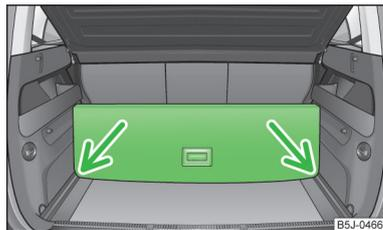

Fig. 68
- Levante la parte del suelo de carga con el mango de fijación y asegúrela introduciéndola en las ranuras que vienen marcadas por medio de flechas » fig. 68.